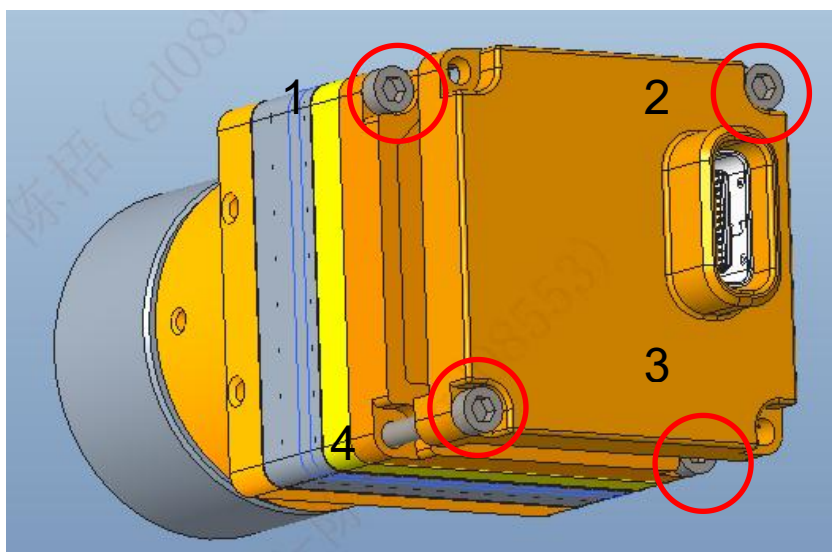

图 39 机芯安装结构图
- 3) 如遇到如下图 39 所示的情况：螺钉 1、3 固定机芯，螺钉 2、4 固定接口板，其中螺钉 2、4 会锁到机芯内部。则需要按层级先后安装紧固，同样先用小扭力预紧，防止机芯内部受力不均衡出现异常，然后再用推荐的扭力锁紧。